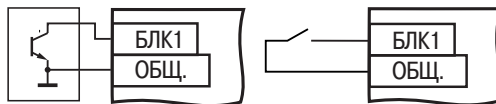

Рисунок 3.7
3.2.1.5 **Сигнал «блокировка»** запрещает запуск формирователя импульсов. При его снятии произойдет плавный выход на заданный уровень мощности со скоростью, задаваемой положением переключателя **DIP3**. В качестве источника сигнала «блокировка» могут применяться электронные устройства, имеющие на выходе сигнал TTL-уровня, транзистор $p-n-p$ -типа с открытым коллекторным выходом или контакты кнопки, тумблера, геркона или реле (рисунок 3.7). Активный уровень сигнала «блокировка» – низкий. Всего в блоке два входа блокировки. Блок переходит в состояние «блокировка» при наличии активного сигнала хотя бы на одном из них.
- **Блокировка.** Блок переходит в это состояние из состояния **Работа** при подаче сигнала блокировки (см. рисунок 3.7). Это состояние длится до тех пор, пока сигнал